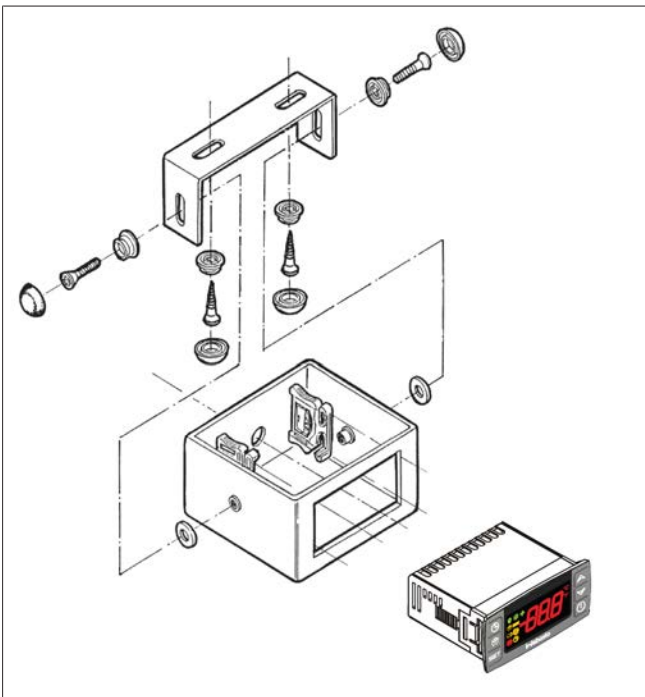

Abb. 22 Gehäuse für das Bedienelement
1. Das Gehäuse wie in Abb. 22 gezeigt montieren.